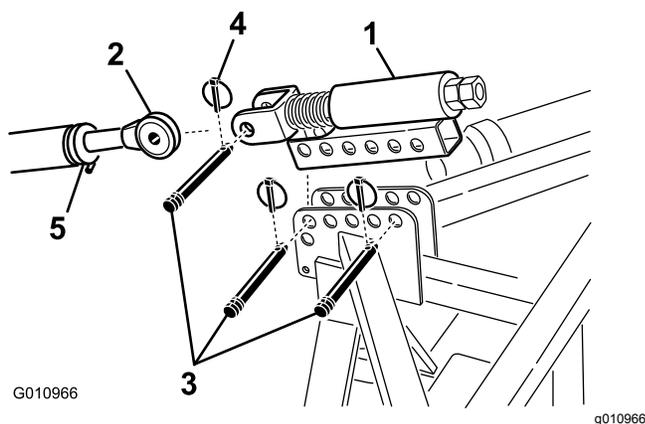

图9
1. 使用 2 个连杆销和保险销将弹簧加载顶部连杆安装到打孔机支架上 图9。
2. 拧松牵引车上连杆上的锁紧螺母。调节上连杆的长度直至其与打孔机弹簧加载顶部连杆上的柱销对齐 图9。
- 将牵引车上连杆连接到弹簧加载顶部连杆上的柱销并用连杆销和保险销将其固定图9。